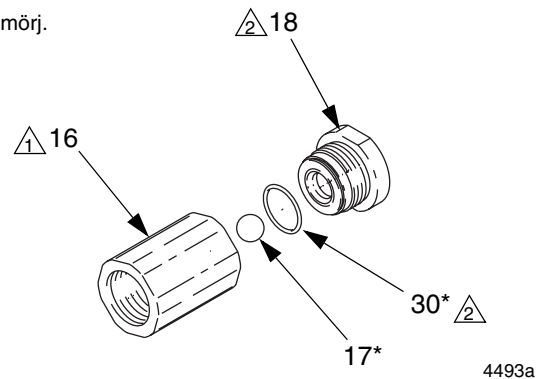

FIG. 3
10. Se FIG. 3. Montera tätningen (30\*) på intagsventilen (18). Smörj in tätningen och gängorna på intagsventilen. Placera inloppskulan (17\*) i inloppshuset (16), skruva sedan in inloppsventilen (18) i inloppshuset med handgrepp. Gångorna går lätt tills tätningen (30\*) går emot tätningsytan på intagshuset